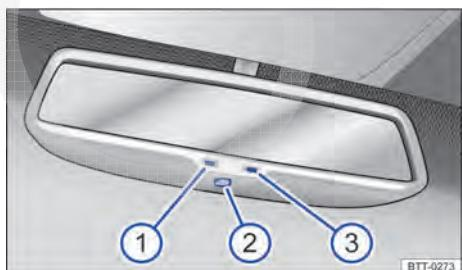

Fig. 84 No para-brisa: espelho retrovisor interno com antiffuscante automático.
- ① Luz de controle.
- ② Interruptor.
- ③ Sensor para reconhecer a incidência de luz por trás.
O antifuscamento automático pode ser ligado e desligado com o interruptor no espelho retrovisor interno → Fig. 84 ②. Com o antifuscamento automático ligado, a luz de controle → Fig. 84 ① acende.
- Um sensor no lado que indica para o interior do veículo, que mede a incidência de luz por trás → Fig. 84 ③.